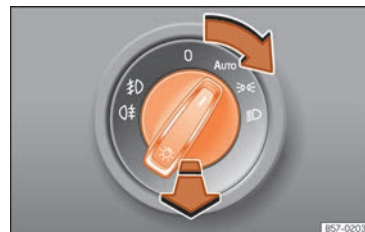

Fig. 42 Tablero de instrumentos: mando de las luces.
- Gire el interruptor hacia la posición deseada » **fig. 42.**